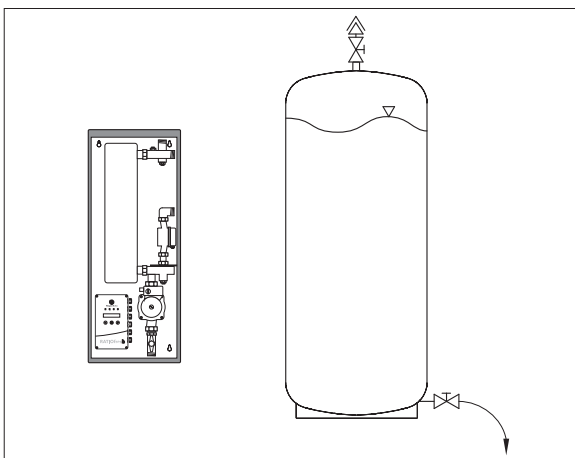

Abb. 5 Vorhandenen Speicher drucklos machen und entleeren
- Bei vorhandenem Speicher diesen drucklos machen und entleeren (s. Abb. 5)